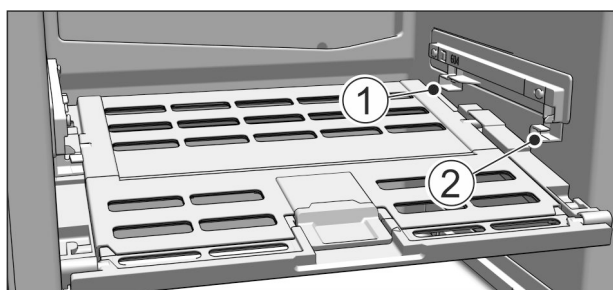

Fig. 48
- ▶ Inserire il coperchio cassetto Safe per frutta e verdura: inserire le nervature del coperchio dal basso nel supporto inferiore Fig. 48 (1) e inserire anteriormente nel supporto Fig. 48 (2).